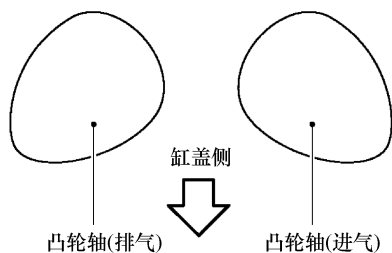

图 3-91 1号气缸凸轮前端所处位置
③ 确认 1 号气缸的凸轮前端是处于图 3-91中所示的位置。